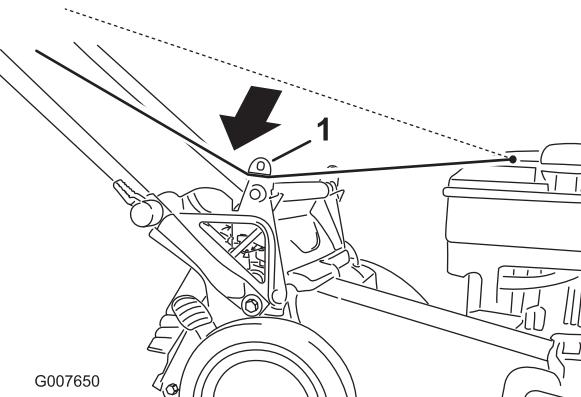

Figure 24
- Faites passer le câble du lanceur autour du guide inférieur (Figure 24).